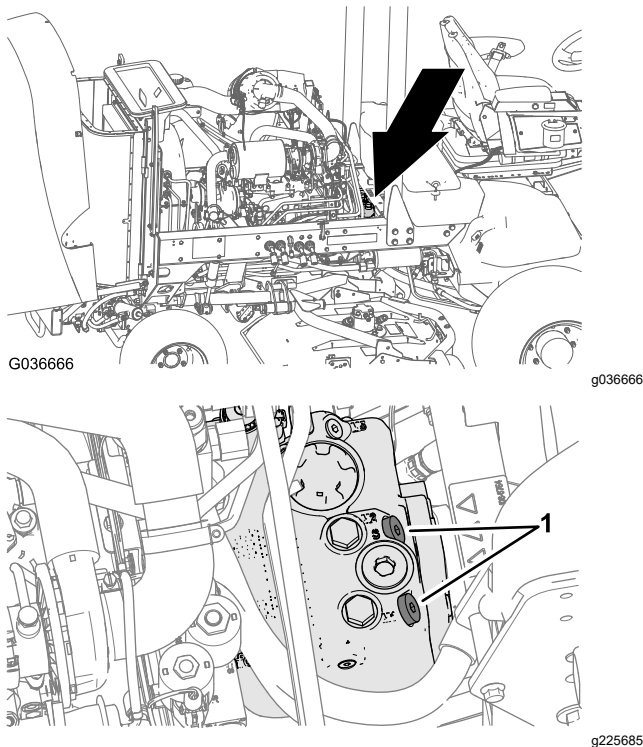

Figura 74
1. Levante el capó y localice las válvulas de desvío (Figura 74) en la parte superior de la bomba, detrás de la batería/cajas de almacenamiento.